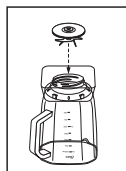

Fig. 16
3. Coloque a lâmina com o anel de vedação de cabeça para baixo e em seguida coloque-a na parte inferior do copo (Fig. 16).